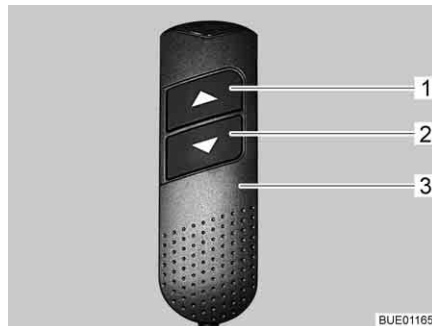

Bild 92 Fjärrkontroll
- Ta fjärrkontrollen (Bild 92,3) och tryck på knappen "▼" (Bild 92,2) och håll den intryckt. Fotänden skjuts in. Huvudändan höjs.
- Ta fjärrkontrollen (Bild 92,3) och tryck på knappen "▲" (Bild 92,1) och håll den intryckt. Fotändan körs ut. Huvudändan sänks.
- Ta fjärrkontrollen (Bild 92,3) och tryck på knapparna "▼" (Bild 92,2) eller "▲" (Bild 92,1) tills önskat läge har nåtts.